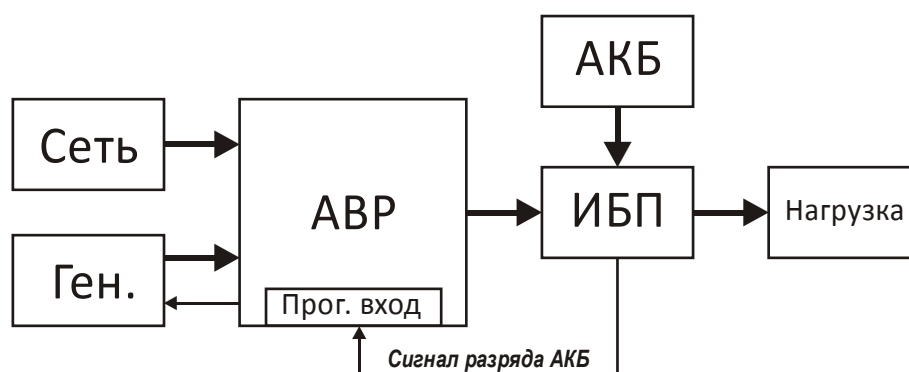
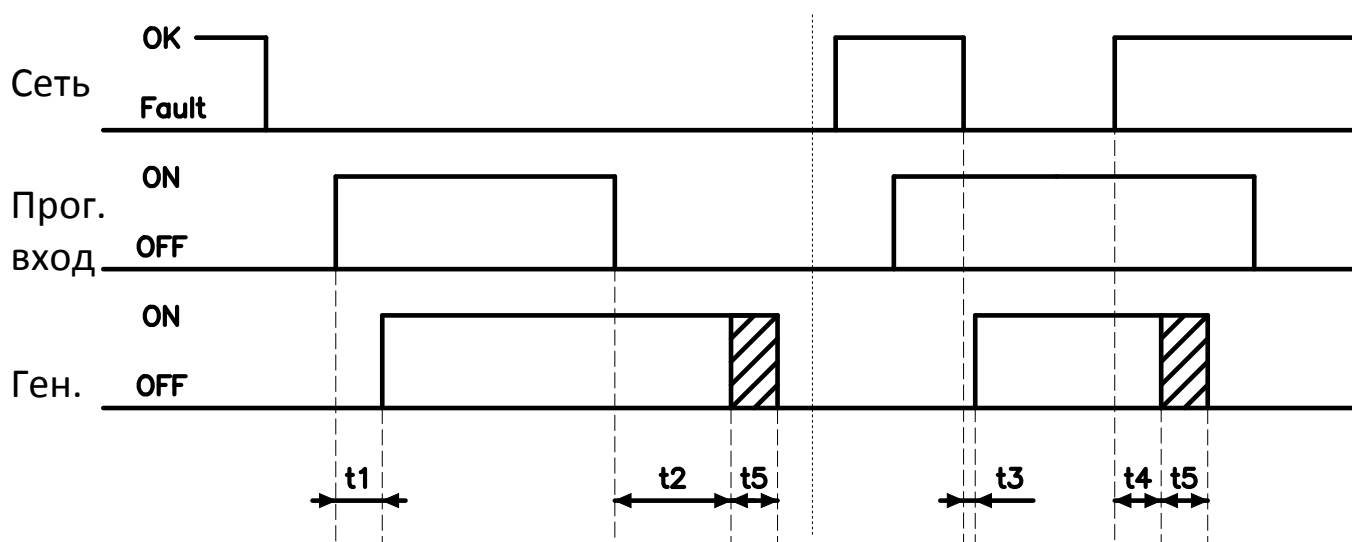

Рис. 5.4. Блок-схема совместной работы АВР и ИБП.
Рис. 5.5. Диаграмма работы в режиме «Удалённый запуск».
Пример совместной работы АВР и ИБП (рис. 5.4, рис. 5.5). Исходные условия:
- тип контакта управления - нормально разомкнутый (NO), т.е. активное состояние – замкнутый контакт (P221, табл. 5.3);
- задержка на активацию входа  $t_1$  (рис. 5.5) будет определяться параметрами P222 и P223 (табл. 5.3);
- задержка на деактивацию входа  $t_2$  (рис. 5.5) будет определяться параметрами P224 и P225 (табл. 5.3).